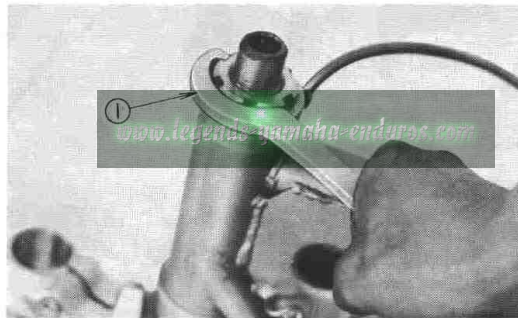

Fig. 5-8-4
11. Remove steering ring nut with steering nut wrench. (Fig. 5-8-4)
11. Retirez l'écrou de direction avec une clef d'écrou de direction. (Fig. 5-8-4)